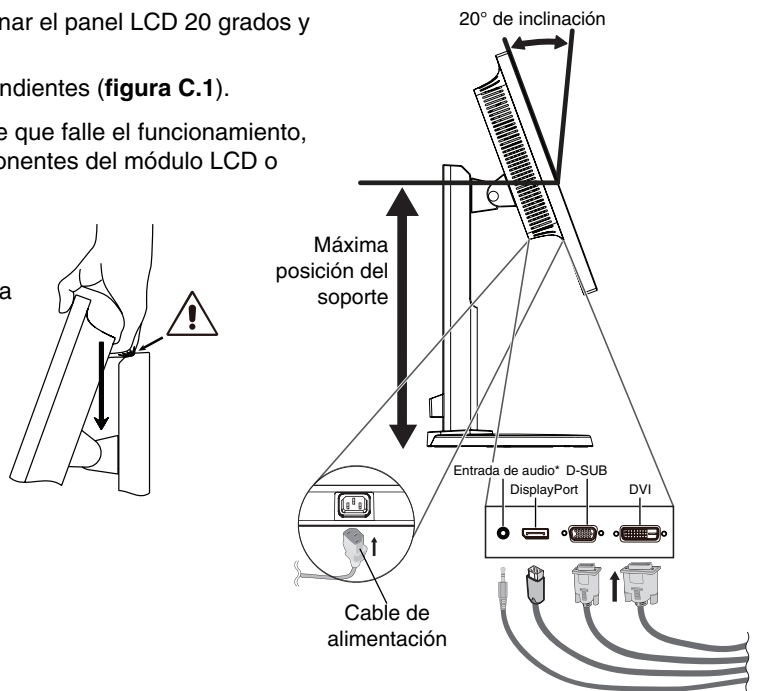

Figura C.1
4. Conecte todos los cables en los conectores correspondientes (**figura C.1**).